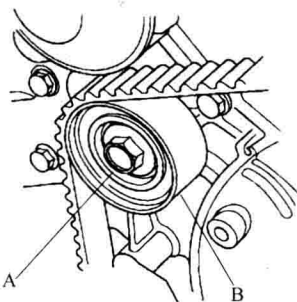

图 1-1-13 拆卸惰轮螺栓 A 和惰轮 B
16. 按照图 1-1-13 所示, 拆卸惰轮螺栓 A 和惰轮 B, 然后拆下正时皮带。惰轮螺栓是一次性使用的, 因此拆下惰轮螺栓后即可废弃不用。